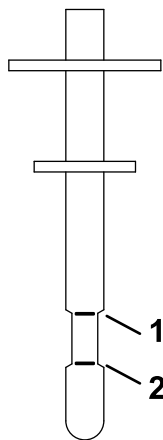

Рисунок 62
7. Помістіть щуп у заливну горловину, вийміть його та перевірте рівень рідини (Рисунок 62).